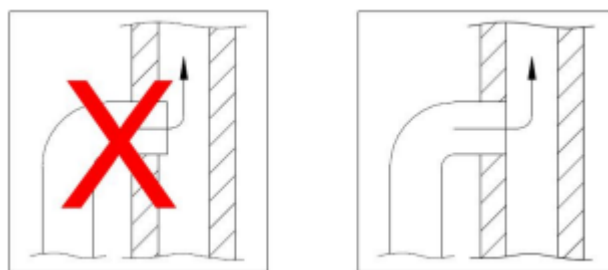

Abb. 5
- Wenn Sie die Ziegel durch den Schornstein verbinden, schließen Sie das Rauchrohr an den Schornstein an und befestigen Sie das Rauchrohr an der Innenöffnung des Schornsteins. Der Rauchabzug sollte nicht durch die Schornsteinöffnung selbst geführt werden und mit der Innenseite des Schornsteinrohrs bündig sein. Wie in Abb. 5 dargestellt, muss die Verbindung zwischen dem Ziegelmauerwerk und dem Rauchrohr mit feuerfestem Material oder feuerfesten Schichten abgedichtet werden.